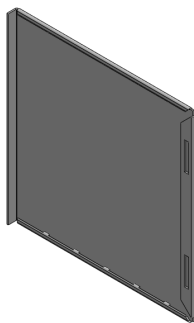

图 13-81 折叠钣金特征
(12) 单击菜单栏中的【插入】|【钣金】|【折叠】命令，弹出【折叠】属性管理器，单击【收集所有折弯】按钮，选择所有的折弯特征，在绘图区中，选取钣金中间的表面对象，单击【确定】按钮，折叠钣金特征，如图 13-81 所示。